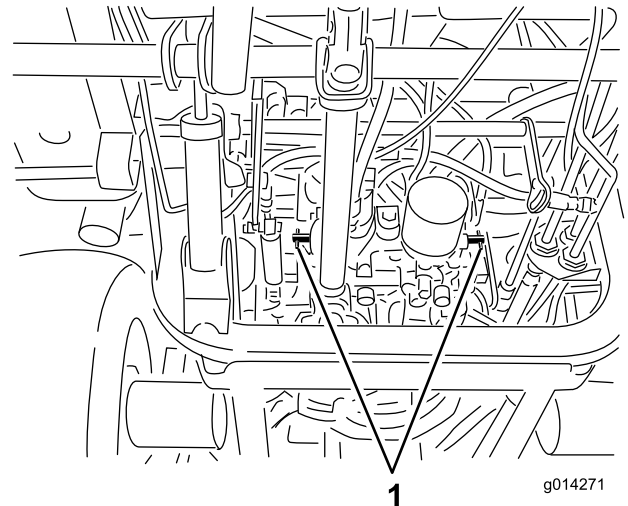

図 62
- 各バイパスバルブを左回りに1回転させる 図 62。
- 各バイパスバルブを右に回転させて手締めする 図 62。
- 図 62に示すように、バルブを $8\text{N}\cdot\text{m}$ $0.8\text{kg}\cdot\text{m}$ = $71\text{in}\cdot\text{lb}$ にトルク締めする。